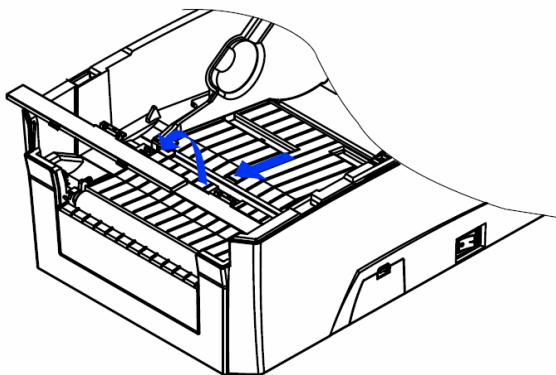

图 3.2.2
- 2) 按照传感器盖板上的箭头方向扳动扳手，然后翻转取下传感器盖板（见图 3.2.2）；